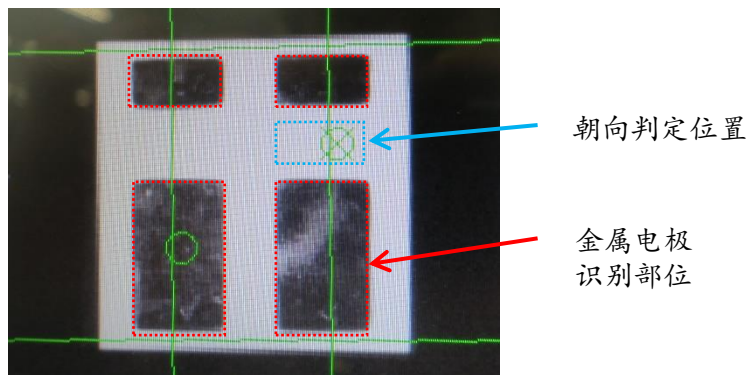

图9. 金属电极识别 (日亚推荐)
- 3) 对LED进行朝向判定时, 将识别位置设定为正、负金属电极间 (图9的 部分), 通过这部分的辉度对是否有金属电极进行识别。